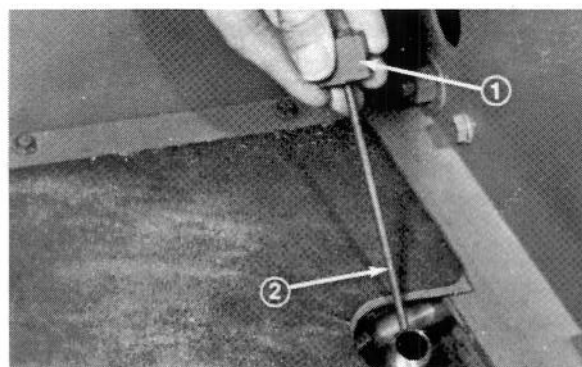

Figure 4
2. Dévisser le bouchon-jauge (Fig. 4) du tube de remplissage